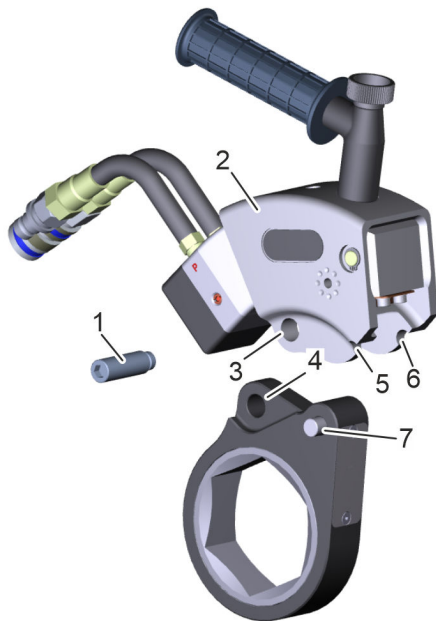

Fig. 12: collegamento della testa a cricchetto al gruppo di azionamento
7. ➔ Allentare la vite a esagono cavo della testa a cricchetto (Fig. 12/1).
8. ➔ Posizionare la testa a cricchetto con il perno di allineamento della testa a cricchetto (Fig. 12/7) nelle sedi (Fig. 12/5 e 6).
9. ➔ Allineare reciprocamente il foro della testa a cricchetto (Fig. 12/4) e il collegamento gruppo di azionamento – testa a cricchetto (Fig. 12/3) e bloccare la vite a esagono cavo della testa a cricchetto (Fig. 12/1).